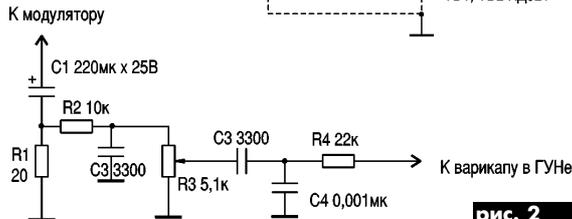

рис. 2
Для обеспечения TX в режиме ЧМ необходимо на выходной каскад подать напряжение питания в обход цепи амплитудной модуляции. К освобожденному выводу трансформатора амплитудного модулятора подключают схему, показанную на рис.2.
**Детали.** Реле РЭС-60 с напряжением коммутации 12 В (можно иные малогабаритные с двумя группами переключения). Конденсатор С1 (рис.2) должен иметь напряжение пробоя > 25 В.